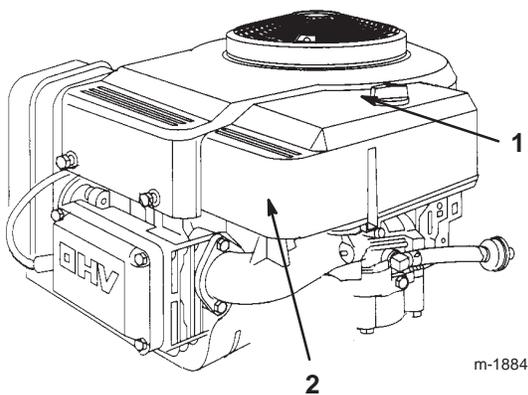

Figure 20
8. Dévissez le bouton et déposez le couvercle du filtre à air (Fig. 20).
4. Reposez le couvercle du filtre à air et le bouton (Fig. 20), et serrez solidement le bouton.